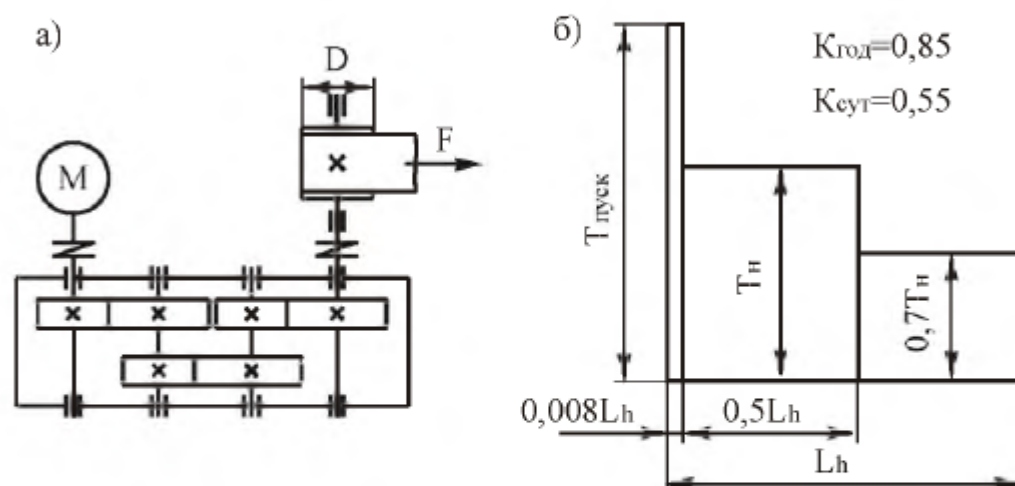

Рис. 6.3. Привод ленточного конвейера:
**Тема 3.** Спроектировать привод ленточного конвейера (рис. 6.3, табл. 6.3). Привод вала барабана ленточного конвейера осуществляется асинхронным электродвигателем общего машиностроительного применения. Включает в себя цилиндрический трехступенчатый редуктор. Входной вал редуктора с валом электродвигателя и выходной вал редуктора с валом барабана, соединены упругими муфтами.